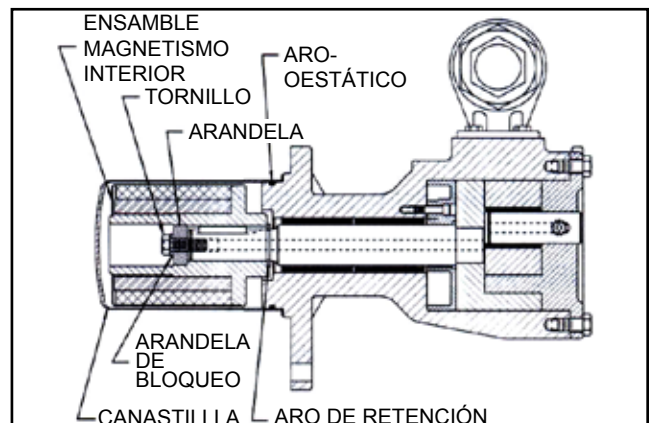

FIGURA 22
4. Inserte una barra de cobre por el puerto entre los dientes del rotor y afloje los tornillos que sujetan el imán interior al eje (Ver Figura 22). Deslice la arandela, la arandela de bloqueo y el imán interior hacia afuera del eje. No se olvide que se trata de un magnetismo muy fuerte. Si es necesario desmontar la bomba, retire el anillo de retención externo.